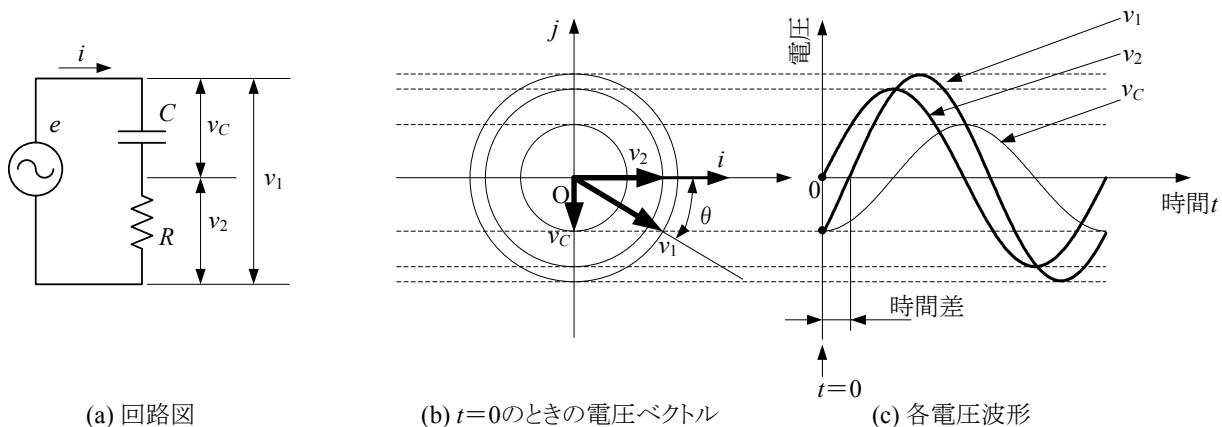

図15 RC直列回路の波形と電圧ベクトルの関係
(3)3-4の位相測定の実験では2つの測定方法で位相差を求めている。理論計算で求めた値を真値として誤差および誤差率を求め、それぞれの測定方法の比較を行うこと。理論計算は図15の電圧ベクトルからインピーダンスベクトルの図を作図して求めること。
(4)3-4の表6にまとめた各電圧を測定する実験において、 v_1 と v_2 より v_C の理論式を求めなさい。求めた理論式より v_C を算出し、マルチメータの値と比較、検討すること。理論式は図15の電圧ベクトルを参考にして求めること。